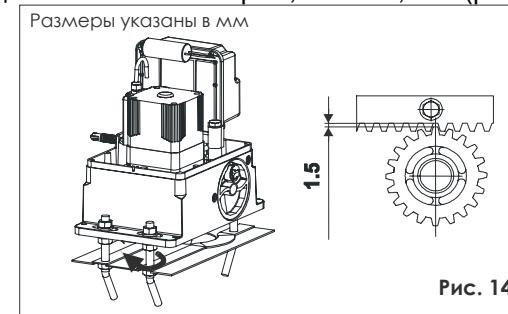

Рис. 14
- c) Когда рейка установлена, убедитесь в правильности ее соединения с шестерней, мы советуем вам спозиционировать привод с небольшим зазором, около 1,5мм (рис.14).